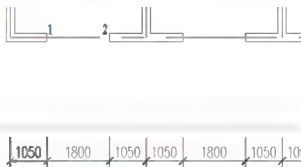

图 3.44 选择基准标注
(2) AutoCAD 自动连接的标注不是所需要的标注,所以在指定第二条尺寸界线原点或[放弃(U)/选择(S)] 选择 :提示下,按 Enter 键执行尖括号内的【选择】命令,表示要重新选择基准标注。
① 在选择基准标注:提示下,将光标放在如图 3.44 所示的 1050 左侧的尺寸线上,然后单击以选择基准标注。